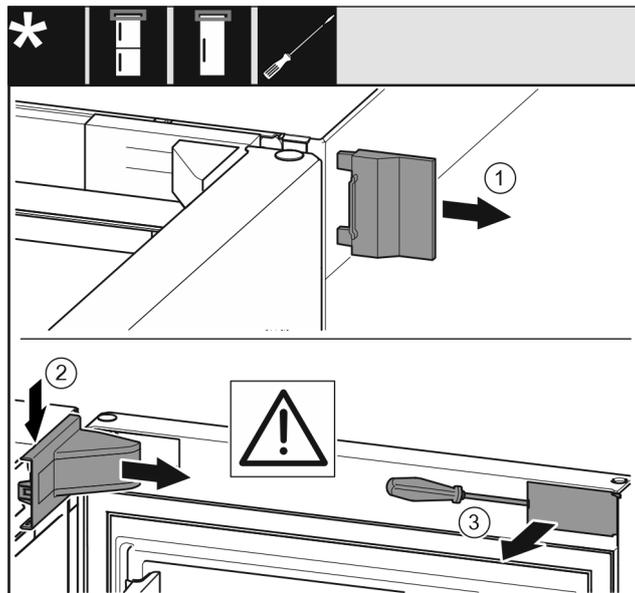

Fig. 8
- Rimuovere la copertura esterna Fig. 8 (1).
- Disinnestare e rimuovere la copertura del blocco di supporto Fig. 8 (2).
- Disinnestare la maschera Fig. 8 (3) con un cacciavite a intaglio e ruotarla lateralmente.